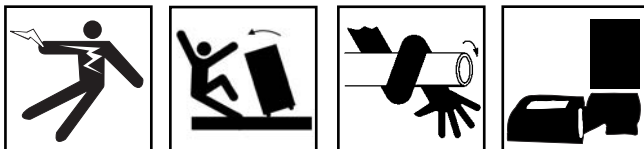

Figura 2 – Etiqueta de advertencias
5. Compruebe que la etiqueta de advertencias se encuentra bien pegada sobre la máquina y completamente legible. (Figura 2)